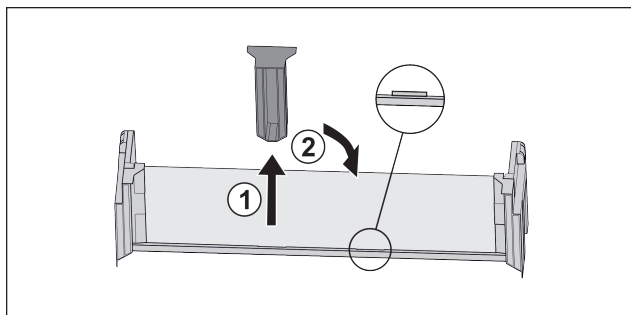

Fig. 29
- ▶ Dra ut den fäst delen i mitten Fig. 29 (1).
- ▶ Sätt in fäst delen i mitten i andra läget Fig. 29 (2).